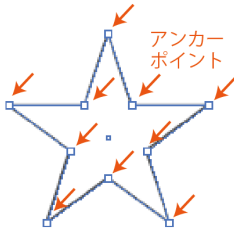
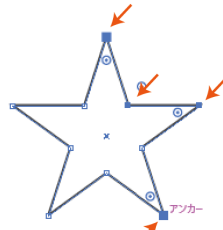

図3：ダイレクト選択ツールで選択した初期状態
図4：個別に選択されたアンカーポイントは■で表示されます
次に②「ダイレクト選択ツール」ですが、ここから一気にテクニカルな話になってきます。ダイレクト選択ツールで対象と選択すると、図3のような表示になります。ここで注目してほしいのが、星形オブジェクトの角ごとにある青い四角□です。これは「アンカーポイント」といって、ダイレクト選択ツールで一点あるいは複数点を選択し、引っ張ったりすることで自由に形を変えることができます（図4）。